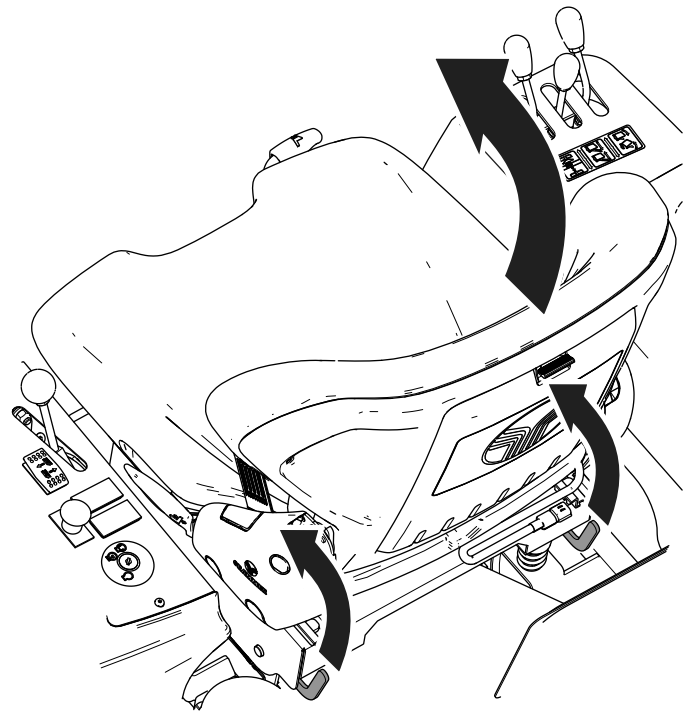

Figura 21
5. Incline el asiento hacia adelante (Figura 21).
- Incline el asiento hacia adelante (Figura 21).
Levante la palanca de inclinación del asiento (Figura 21) e incline el asiento hacia adelante.